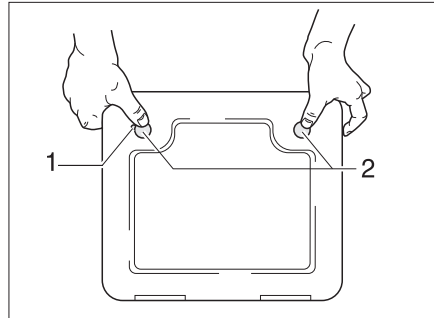

Bild 366 Klappe für die Toiletten-Kassette
- Die Klappe für die Kassette außen am Fahrzeug öffnen. Dazu den Schlüssel in den Schließzylinder des Druckschlösses (Bild 366,1) stecken und eine viertel Umdrehung drehen.
- Beide Druckschlösser (Bild 366,2) gleichzeitig mit dem Daumen drücken und die Klappe für die Kassette öffnen.